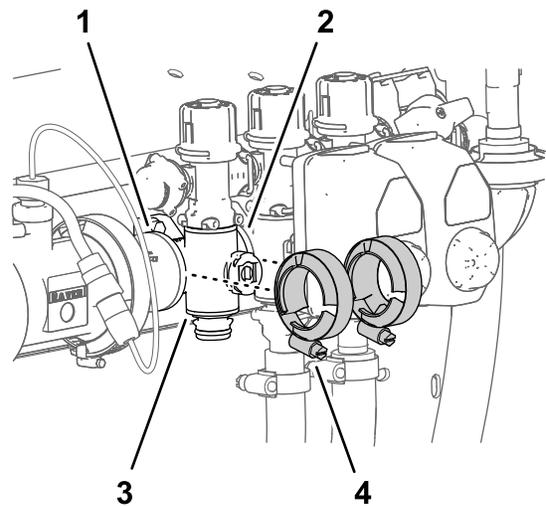

Figura 124
- Monte provisionalmente las bridas de fijación que retiró en Retirada del distribuidor de sección \(página 87\) en las bridas del distribuidor de la válvula de sección y las bridas de las otras válvulas de sección y/o adaptadores de acoplamiento (Figura 124).
7. Apriete las 2 bridas de fijación a mano (Figura 124).